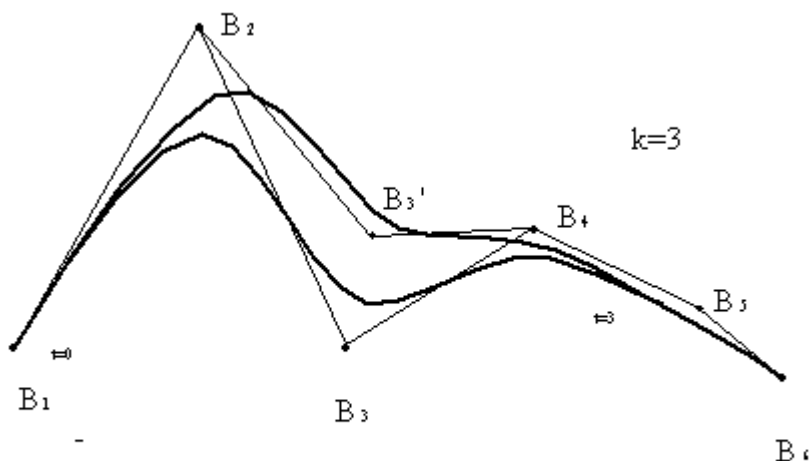

图1 控制点移动对曲线的影响
- (1) 控制点 P_i ：确定曲线的位置，通常不在曲线上，形成控制多边形。（见图 1, 图中 $B_i = P_i$ ）